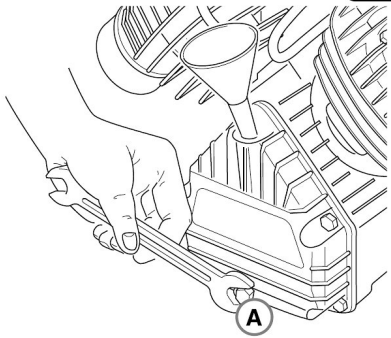

Abb. 18: Ölwechsel
Schritt 2: Nehmen Sie die Öleinfüllschraube bzw. den Ölmeßstab heraus, drehen Sie die Ölabblass-Schraube (Pos. A, Abb.18), heraus und sammeln Sie das Altöl in einem entsprechenden Behälter.